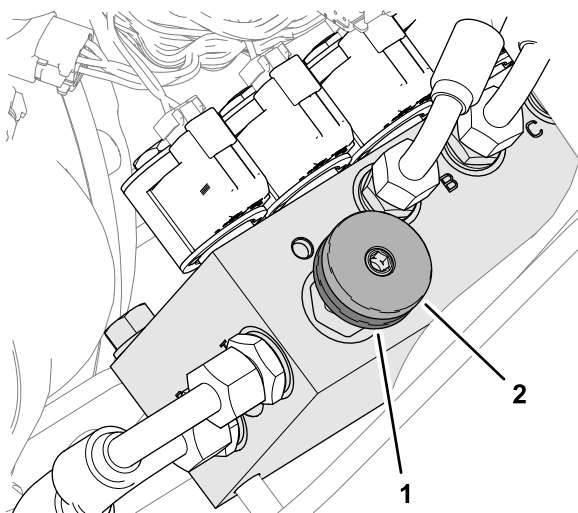

Figura 37
in cui si opera, ruotando la rotella di trasferimento del peso (Figura 37) nel modo seguente:
1. Allentate il dado di bloccaggio della valvola girandolo di 1/2 giro in senso antiorario e mantenete in questa posizione (Figura 37).
2. Ruotate la rotella della valvola (Figura 37) in senso antiorario al fine di ridurre il trasferimento di peso oppure in senso orario per aumentarlo.